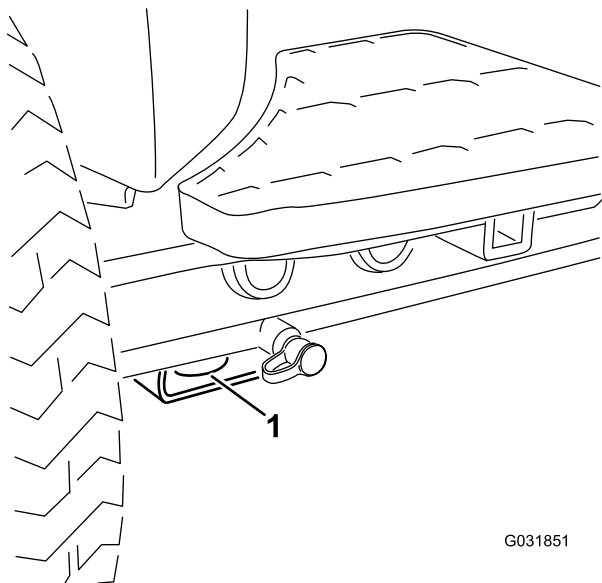
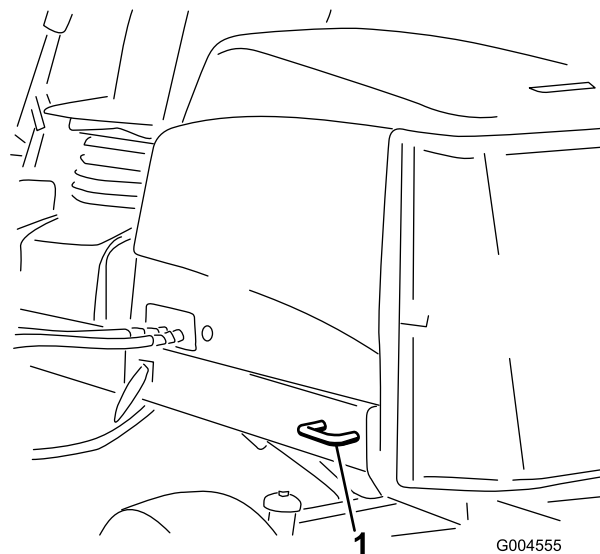

图38
图39
5. 使用机器上的金属栓系点，用箍带、链条、缆绳或绳索将机器牢牢固定在拖车或卡车上（图38和图39）。
- 前部——矩形垫片上的孔，位于每个前轮胎的轴管下（图38）
- 后部——机器后部机架的两侧（图39）